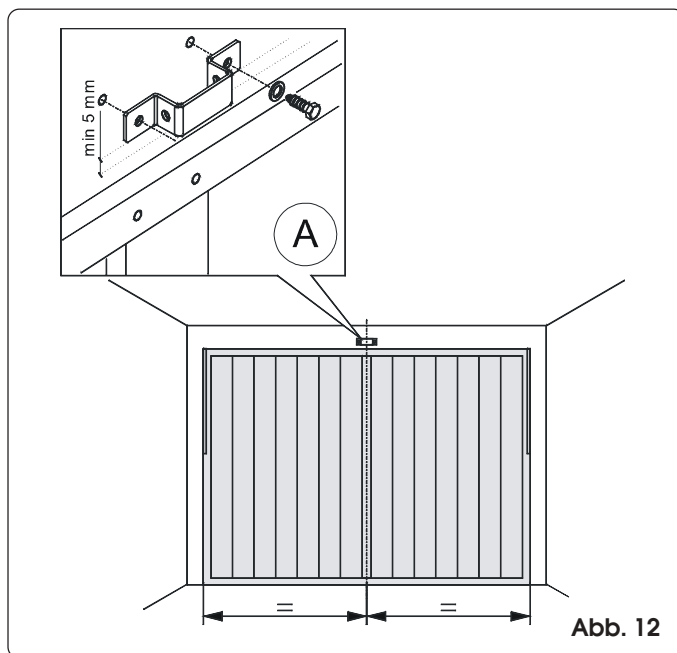

Abb. 12
- 1) Zeichnen Sie am Sturz einen der senkrechten Mittellinien des Tors entsprechenden Strich an (Abb. 12).
- 3) Bringen Sie den Fixierbügel des vorderen Anschlusses an, wobei die Unterkante um mindestens 5 mm über der Schnittstelle der Linien und mittig zur senkrechten Linie liegen soll (Abb. 12). Im Hinblick auf die richtige Bügelposition zum Anschlusspunkt des Tors beachten Sie bitte auch die Angaben in Abschnitt 7.2.